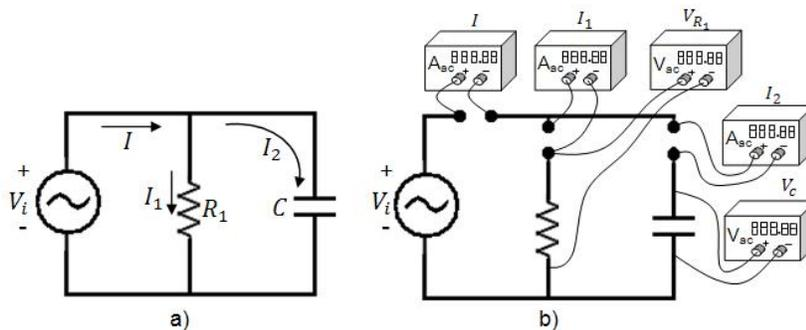

Figura 6.5. Circuito resistivo-capacitivo paralelo
b).- Construya el circuito de la figura 6.5, con $V_i = 5 \text{ sen}(\omega t)$ de frecuencia $f = 1 \text{ KHz}$ y seleccione la resistencia que este dentro del rango de $2\text{K}\Omega \leq R \leq 900\text{K}\Omega$. Mida el voltaje, corriente de cada elemento del circuito y llene la tabla 6.9.